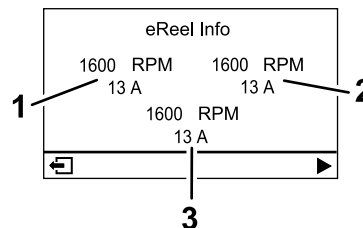

Figura 26
- **Ecrã de informações do motor eReel (Figura 26):** mostra a velocidade e tensão de cada motor da unidade de corte.